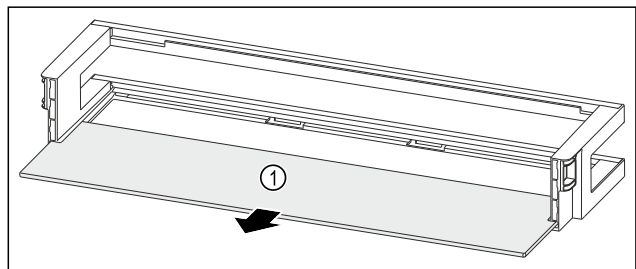

Fig. 116 Ajtópolc tárolólappal
- ▶ Vegye ki a tárolólapot Fig. 116 (1).